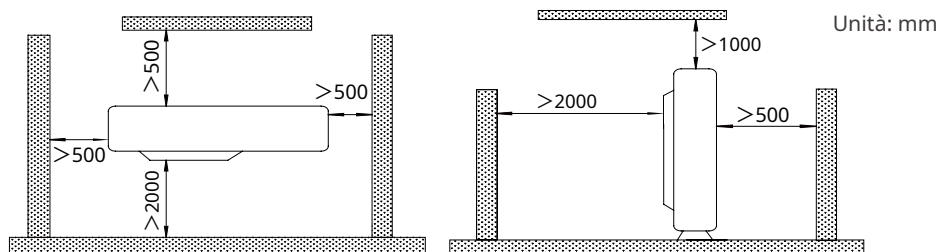

Fig.4
- Lo spazio di installazione dell'unità deve essere quello richiesto in Fig.4.